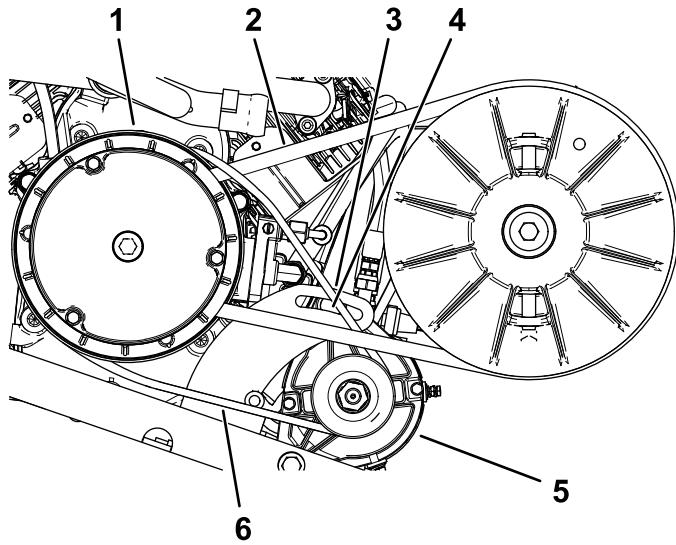

Figure 70
2. Desserrez l'écrou de pivot du démarreur-alternateur (Figure 70).
4. Appuyez sur le levier pour faire pivoter le démarreur vers le bas dans la fente jusqu'à ce que la tension de la courroie produise une flèche de seulement 6 mm quand une force de 44 N·m est appliquée (Figure 70).
5. Serrez l'écrou de pivot à la main et enlevez le levier (Figure 70).